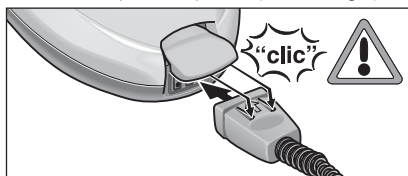

Fig. 1: Empalme del acoplamiento monobloque
- Empalme el acoplamiento monobloque (C6) en la toma de vapor del aparato (A1). Los salientes del acoplamiento monobloque deben encajar en la tapa de la toma de vapor del aparato (véase la fig.1).